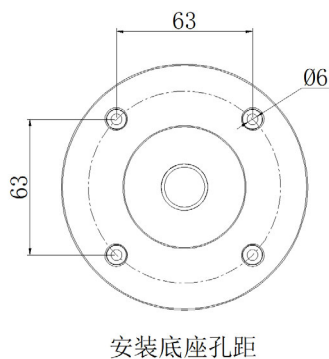
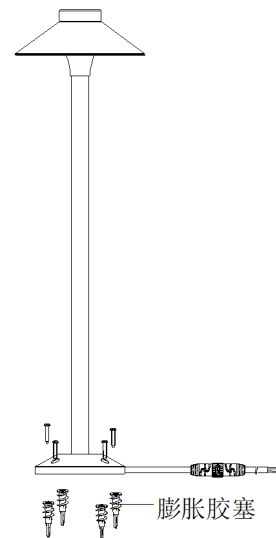

图 1
图 2
1. 参考灯具底座孔距<图1>，地面打孔安装膨胀胶塞后，将灯具用不锈钢螺丝固定（M4*32），螺丝客户自备<图2>；